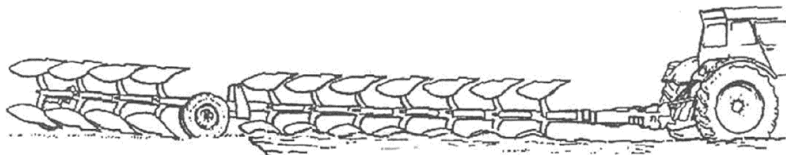

Рисунок 6 - Заглубление плуга
- при заглублении плуга (рисунок 6) - сначала происходит плавное заглубление передней части плуга при помощи навесного устройства трактора, а затем задней части плуга - при помощи гидроцилиндра колесного хода